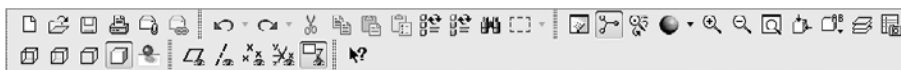

Рис. 10.3. Основная панель инструментов
3. **Панели инструментов**, содержащие значки часто используемых инструментов и функций (рис. 10.3). Часть панелей инструментов, значки которых действуют на все изображение, располагается горизонтально непосредственно под **Главным меню**, а другая часть, ответственная за выполнение отдельных графических операций, находится у правой границы экрана, справа от области графики.